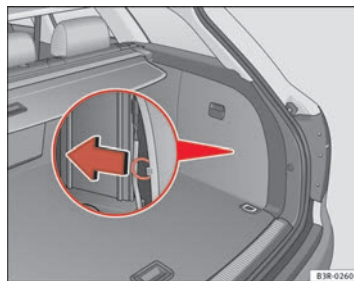

Fig. 175 Bagagliaio:
- Tirare l'anello per sbloccare il tappo del serbatoio ⇒ **fig. 175.** ■